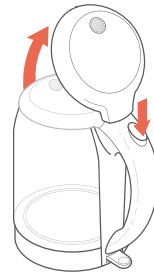

Abbildung 1.1
3. Drücken Sie die **Deckelöffnungstaste**, um den Deckel zu öffnen. *[Abbildung 1.1]*